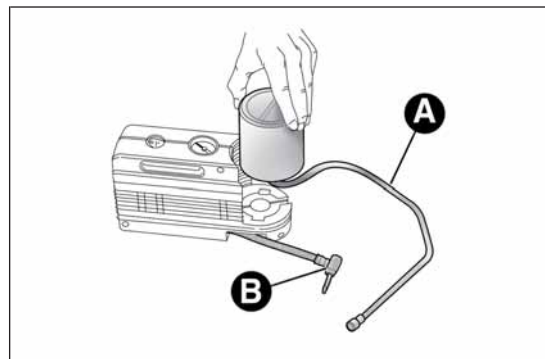

РИС. 132
- отсоедините муфту А РИС. 132 и трубку В;